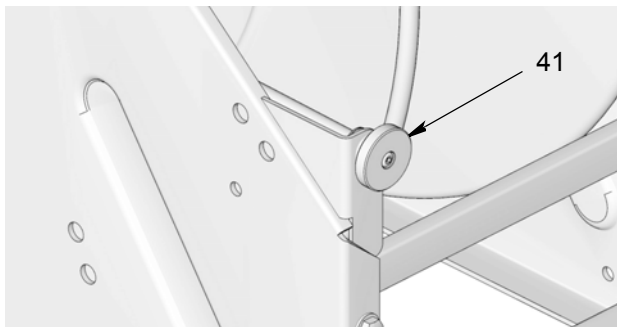

FIG. 26
Tournez le bouton du frein (41) (FIG. 26) vers la gauche ou la droite ou renforcez la tension du frein.
- Tournez le bouton (41) vers la droite pour augmenter / renforcer la tension du frein.
- Tournez le bouton (41) vers la gauche pour faire baisser / relâcher la tension du frein.